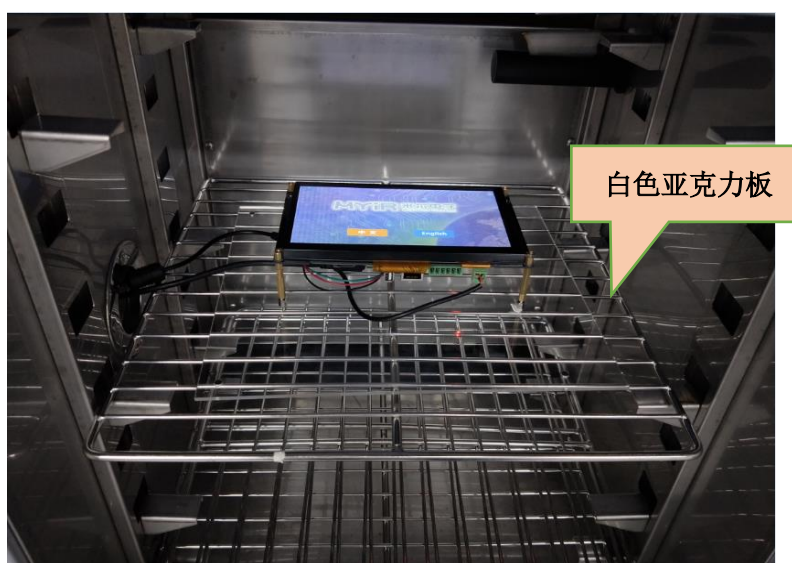

图 4-1 低温测试和高温测试试验
2. 低温测试实验和高温测试实验, DTU 运行 memtest 测试程序, 偏重于测试系统核心稳定性。两个实验图片一样, 如图 4-1。